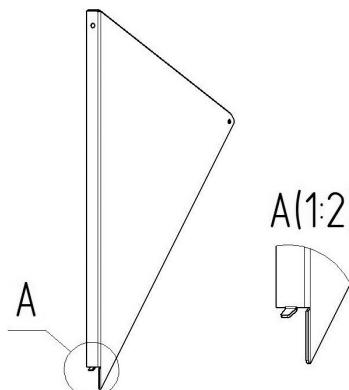

Рисунок 8
1. Возьмите треугольную вставку и с помощью плоскогубцев отогните монтажный язычок в основании вставки на  $45^\circ$  (Рис. 8).